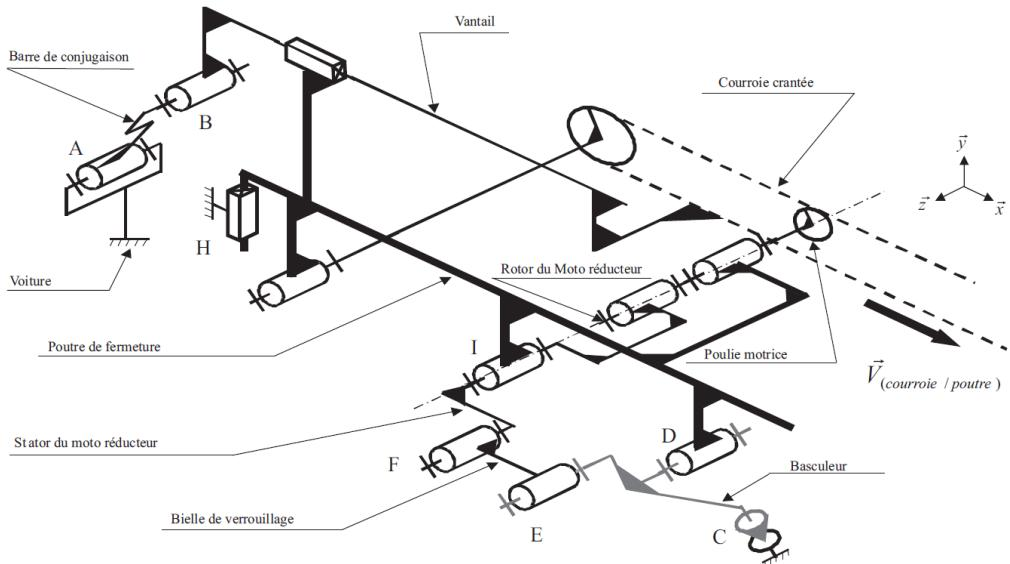

Figure 5 – Schéma cinématique
**Question 1 :** Compléter le diagramme d'exigences donné sur le document réponse 1 en précisant les fonctions techniques réalisées par les composants. Pour la suite de l'étude, la modélisation du système retenue est donnée sur le schéma de la figure 5.
Soit le repère  $R_1(I, \vec{x}_1, \vec{y}_1, \vec{z}_1)$  tel que  $\vec{x}_1$  soit colinéaire à  $\vec{IE}$  dans toutes les configurations de la bielle de verrouillage  $FE$  et du bras  $IF$  lié au « stator » du motoréducteur. Les notations retenues sont celles définies sur la figure 5, les liaisons entre la bielle de verrouillage et le basculeur et entre le stator et la poutre de fermeture sont respectivement une liaison pivot d'axe ( $E, \vec{z}_1$ ) et une liaison pivot d'axe ( $I, \vec{z}_1$ ).